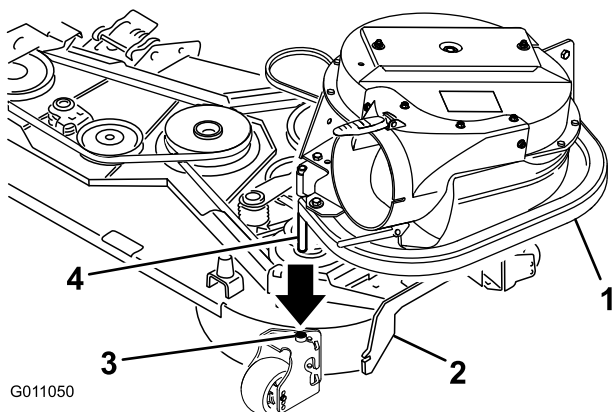

Bild 16
2. Schieben Sie den Ventilatorstift in das Drehzapfenloch (Bild 16).